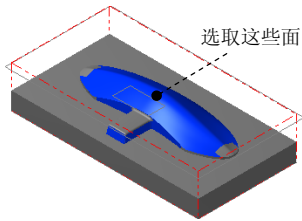

图 9.29 选取干涉面
(2) 单击 **干涉面** 区域中的  按钮, 选取图 9.29 所示的面为干涉面 (共 10 个), 然后按 Enter 键。单击  按钮完成加工区域的设置, 同时系统弹出“曲面精加工浅平面”对话框。